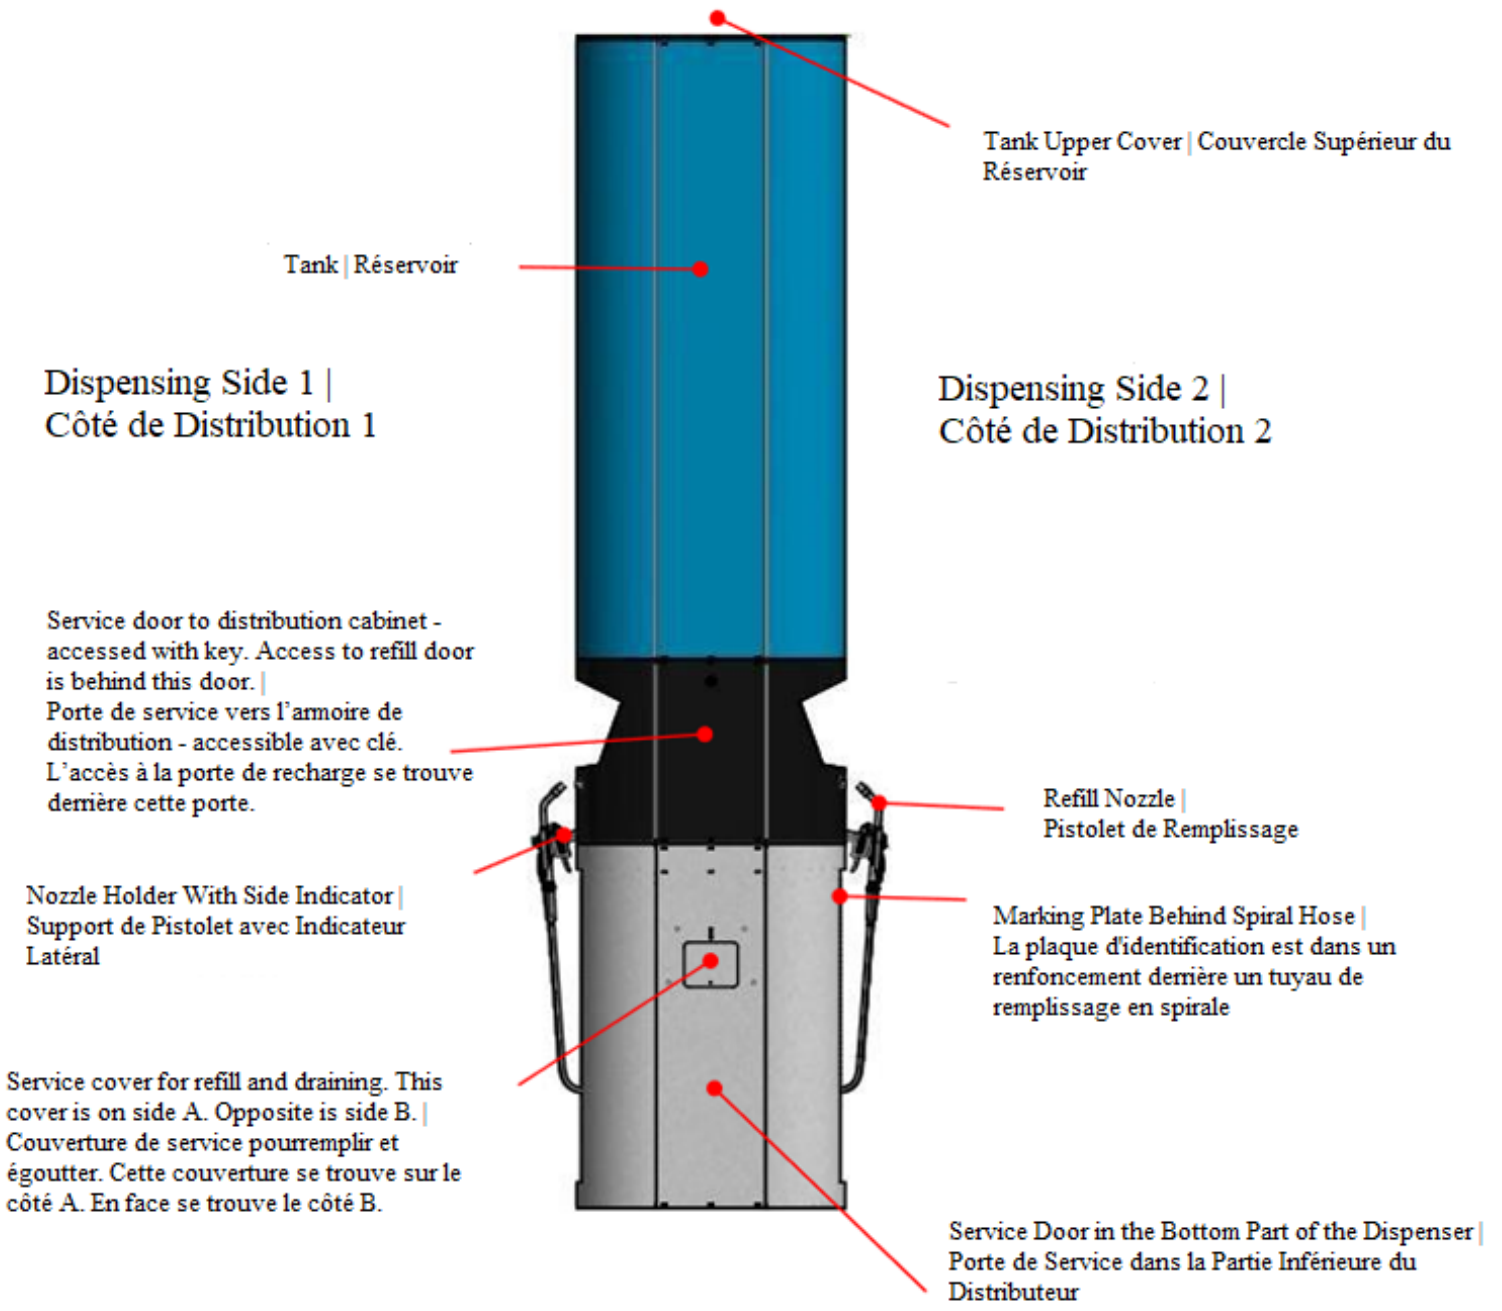

Figure 6: Dispenser; front view (typical height = 2.64 m) | Distributeur; vue de face (hauteur typique = 2.64 m)
- Replaced figure 6 to clarify naming convention of the sides of the dispenser.
- Remplacé la figure 6 pour clarifier la convention de dénomination des côtés du distributeur.